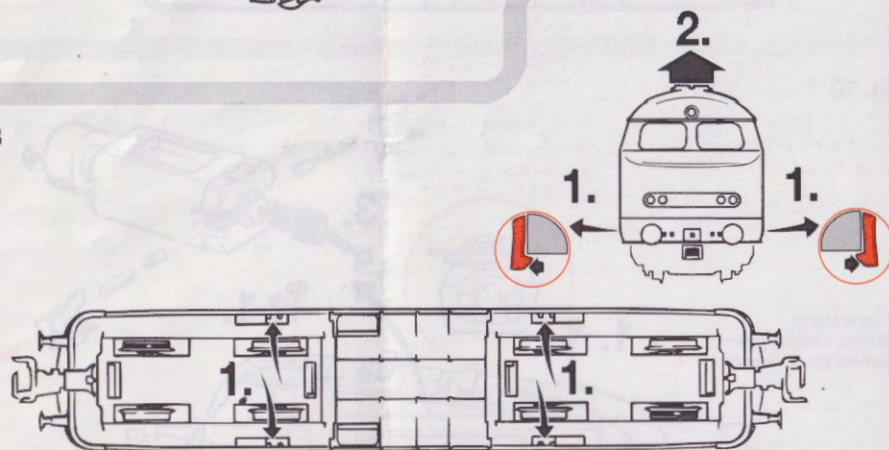
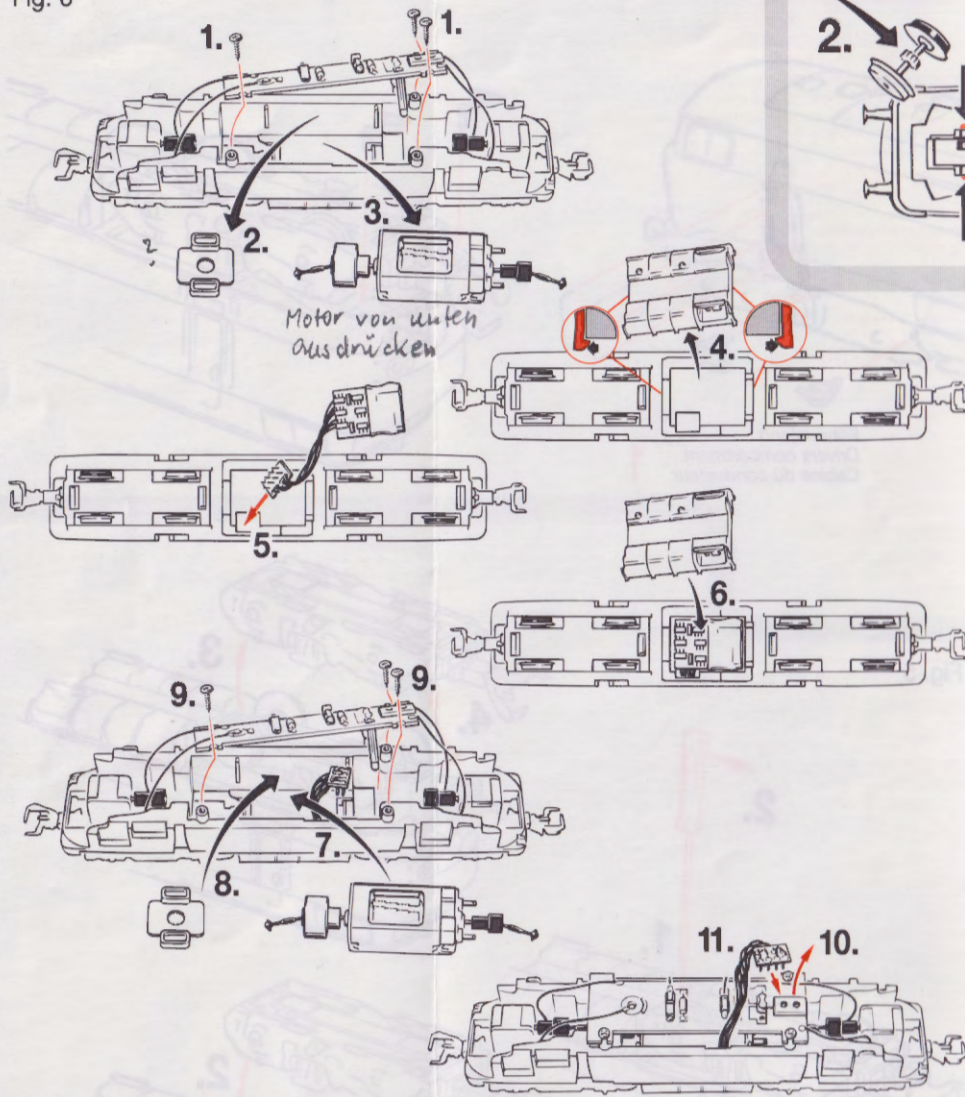
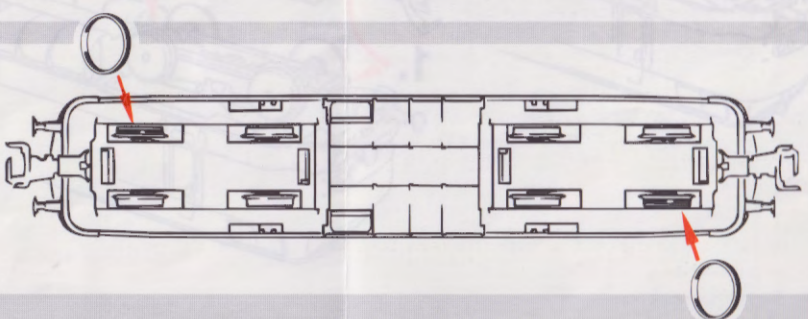

Fig. 5
Fig. 7
Fig. 8
1. **Reinigung der Radstromkontakte:** Radstromkontakte können auf unsauberen Schienen leicht verschmutzen. Bitte **entfernen Sie vorsichtig** mit einem kleinen Pinsel den **Schmutz** an den in Fig. 8 gekennzeichneten Stellen. Dazu zuerst die Drehgestellblenden abnehmen (Fig. 5).
5. **Haftreifenwechsel:** Zuerst die Drehgestellblenden abnehmen (Fig. 5). Danach den **Radsatz** herausnehmen und den **Haftreifen** mit einer Nadel oder mit einem feinen Schraubendreher abziehen (Fig. 7). Beim Aufziehen des neuen Haftreifens bitte darauf achten, daß dieser sich **nicht verdreht**.
1. **Cleaning of wheel contacts:** Wheel contacts easily get dirty on tracks which are not entirely clean. Use a small brush to **remove dirt** from spots marked in fig. 8. Prior to cleaning the remove gear cover (fig. 5). ↳ **Assembly**
5. **Change of traction tyre:** Remove **gear cover** (fig. 5) Take out **wheel set** and remove **traction tyre** using a pin or a fine screwdriver (fig. 7). When pressing on the new traction tyre please **avoid twisting it**.
1. **Nettoyage des lames de contact aux roues:** Les lames de contact risquent de s'encrasser rapidement sur des voies poussiéreuses. Démontez d'abord le couvercle du carter des engrenages (fig. 5). Veuillez **enlever la poussière** aux endroits marqués à la fig. 8 à l'aide d'un petit pinceau souple. ↳ **L'assemblage**
5. **Échange des bandages d'adhérence:** Démontez d'abord le **couvercle du carter** des engrenages (fig. 5). Délogez ensuite les essieux bandagés et enlevez, à l'aide d'une aiguille ou d'un tourne-vis fin, les bandages d'adhérence (fig. 7). Lors du montage des nouveaux bandages veuillez veiller à ce que les bandages **ne soient pas tordues**. ↳ **L'assemblage**